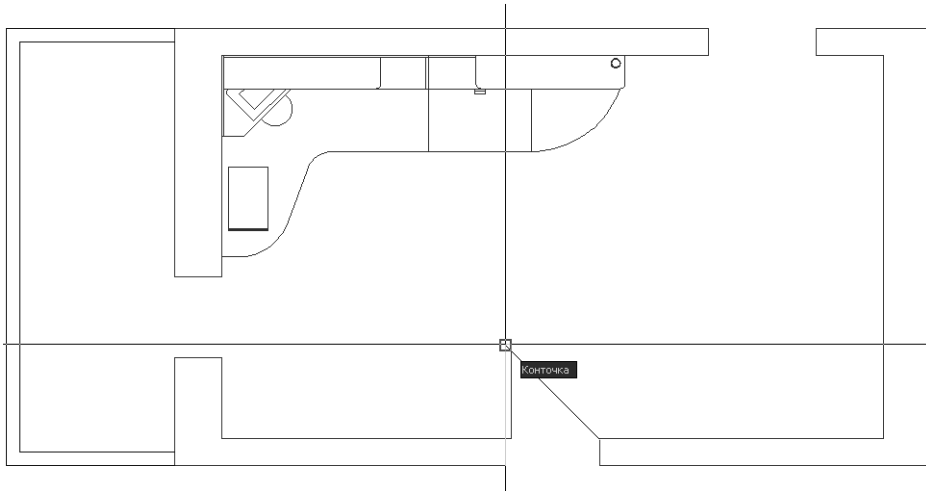

Рис. 7.8 ▼ Выбор конечной точки дуги
6. В следующем приглашении AutoCAD предложит задать конечную точку дуги. Выберите точку, которая находится в левом верхнем углу прямоугольника, обозначающего контур открытой двери (рис. 7.8).
8. Элементы чертежа, которые нам предстоит преобразовать в блок, готовы. Теперь нам осталось создать определение блока – присвоить этим элементам имя и определить точку вставки. Для этого запустите инструмент  **Создать блок** (Make Block) панели инструментов **Черчение** (Draw) или выберите из меню команду **Черчение**  $\Rightarrow$  **Блок**  $\Rightarrow$  **Создать** (Draw  $\Rightarrow$  Block  $\Rightarrow$  Make) либо введите в командном окне команду **Блок** (BLOCK) или просто **б** (B).